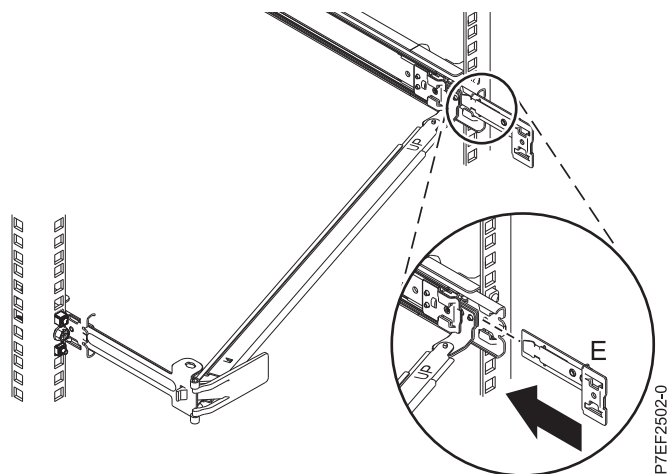

Figure 13. Installation du support d'extension dans la glissière
5. Poussez le support d'extension (**E**) dans la glissière de droite jusqu'à ce que le taquet à ressort se mette en place. Pour plus de détails, voir figure 13.